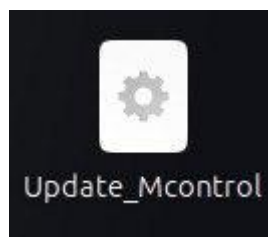

Рисунок II-56 – Файл «Update_Mcontrol»
- 2) Запустите файл «Update_Mcontrol» на рабочем столе (см. Рисунок II-56).